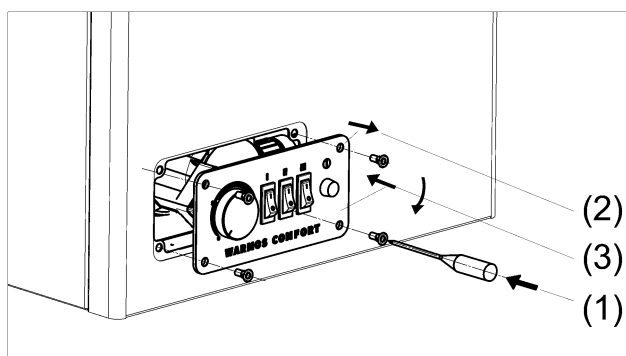

Рисунок 5. Снятие терморегулятора
(1) Проверьте прочность стены (вертикального основания) на которую планируется установка прибора. При необходимости выполните усиление стены. Выполните разметку отверстий в стене под крепление прибора, размеры для крепления приведены в **Приложении А**.
(2) Просверлите отверстия в основании, на которые планируется крепить прибор.
(3) Снимите кожух прибора (см. рис. 5).
(4) Выполните установку и фиксацию прибора на вертикальное основание.
(5) Выполните электрическое подключение прибора к сети и электромонтаж других внешних устройств (контроллер, термостат) согласно **требованиям раздела 6**.
(6) Установите кожух прибора.
(1) С помощью отвёртки (см. рис.5) нажмите в центр клипс фиксирующих терморегулятор, выньте клипсы (4шт.).
(2) Аккуратно выдвиньте терморегулятор немного на себя не повреждая присоединённые провода.
(3) Поверните на пол-оборота терморегулятор и через вырез в лицевой панели уберите терморегулятор внутрь прибора,
(1) Отключите прибор от электрической сети;
(2) Примите меры, чтобы во время технического обслуживания исключить неумышленное включение прибора в электрическую сеть другими лицами.
(3) Перекройте краны **(1,5)** **(1,6)** на трубопроводах подачи и возврата теплоносителя;
(4) При необходимости дождитесь, пока теплоноситель в приборе остынет до температуры 40°C;
(5) Сбросьте давление из прибора – приоткройте кран **(1.7)**;
(6) Слейте теплоноситель из прибора – откройте кран **(1.7)**, остерегайтесь возможности ошпариться горячим теплоносителем;
(7) Аккуратно снимите лицевую панель и кожух прибора, исключив возможность их повреждения (см. рис. 5).